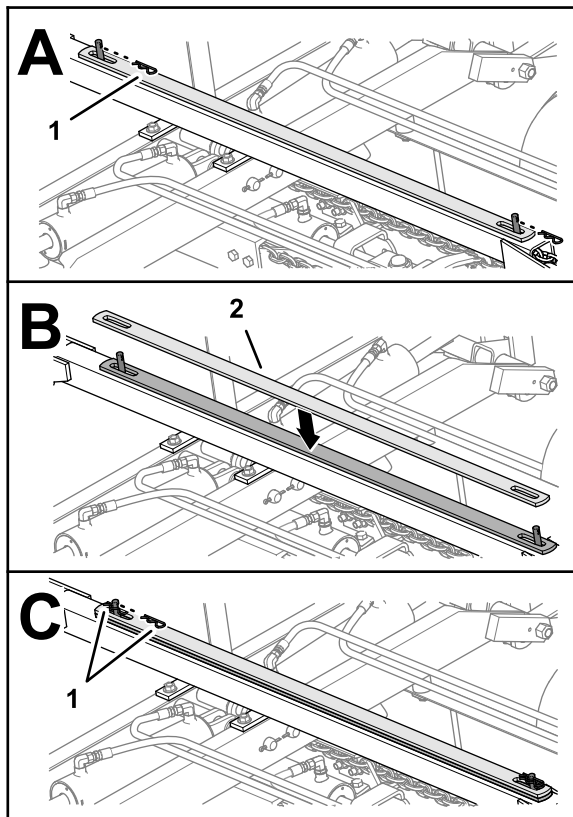

Figure 19
2. Assemblez la barrette de transport du kit de conversion 5 à 7 sur les goupilles du profilé de cadre central (Figure 19).
3. Insérez dans les goujons les 2 goupilles fendues que vous avez retirées en 1 et les 2 goupilles fendues du kit de conversion 5 à 7 (Figure 19).
1. Retirez les 2 goupilles fendues qui fixent la barrette de transport des bras de levage des unités de coupe 4 et 5 (Figure 19).